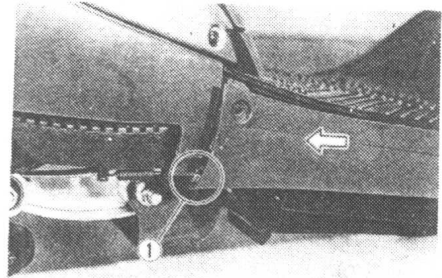

图 1-4
(2) 把右侧护板与钩①脱离, 再把它往后滑, 见图 1-4。